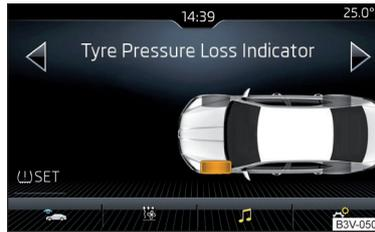

Abb. 309
- › Die Funktionsfläche  SET antippen » Abb. 309.
Bei aufleuchtender Kontrollleuchte  im Kombi-Instrument kann im Infotainment der betroffene Reifen angezeigt werden » Abb. 309.